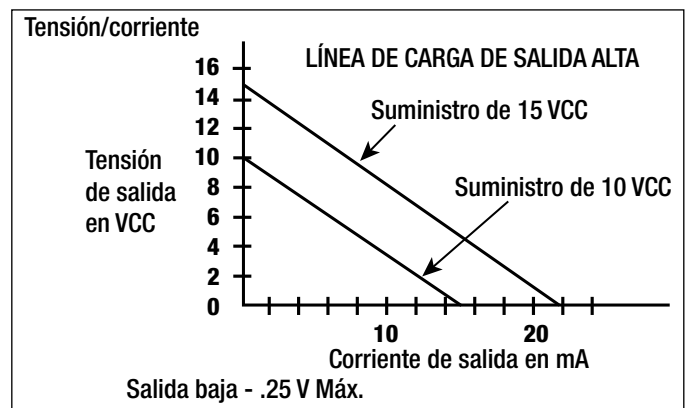

Figura 2. Corriente de salida
- Tensión de salida: Dependiente de la carga. (consulte Figura 2).